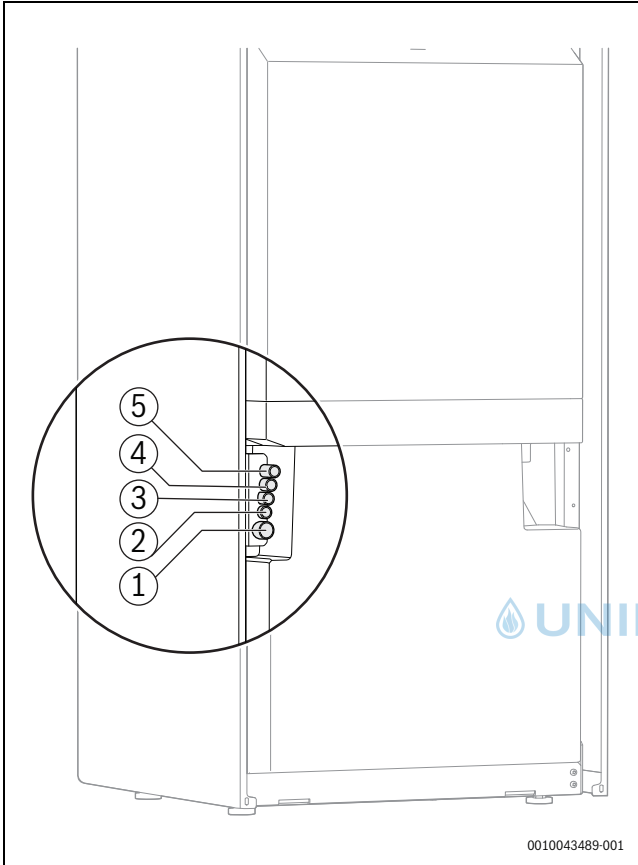

Bild 25 Rückansicht: Kabelführung der Netzkabel in der Inneneinheit
- ▶ Mit Hilfe eines Einzugsbandes die Netzkabel über die Leerrohre auf der Rückseite der Inneneinheit zur Elektronikbox führen. Auf die korrekte Zuordnung der Netzkabel zu den entsprechenden Kabelkanälen achten (→Bild 25).